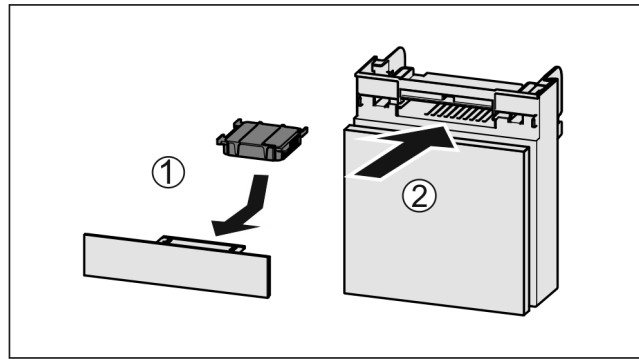

Fig. 156
- ▶ Coloque el filtro de carbón activo según se indica en la ilustración *Fig. 156 (1)*.
- ▶ Introduzca el compartimiento *Fig. 156 (2)*.